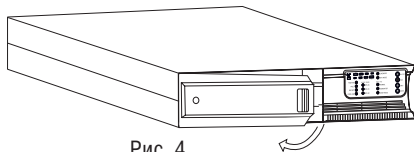

Рис. 4
4. Снимите планку крепления батареи с ВБМ, потянув с обеих сторон.(рис. 4)